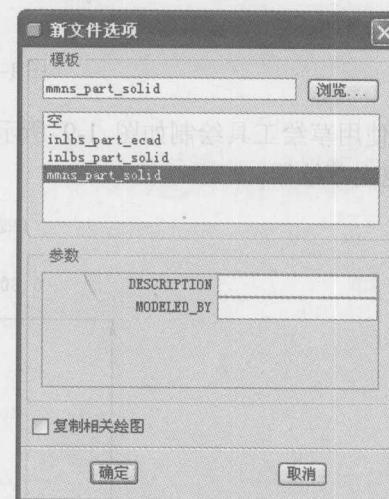

图 1-6 “新文件选项”对话框
3) 在“新建”对话框上，单击“确定”按钮，弹出如图 1-6 所示的“新文件选项”对话框。